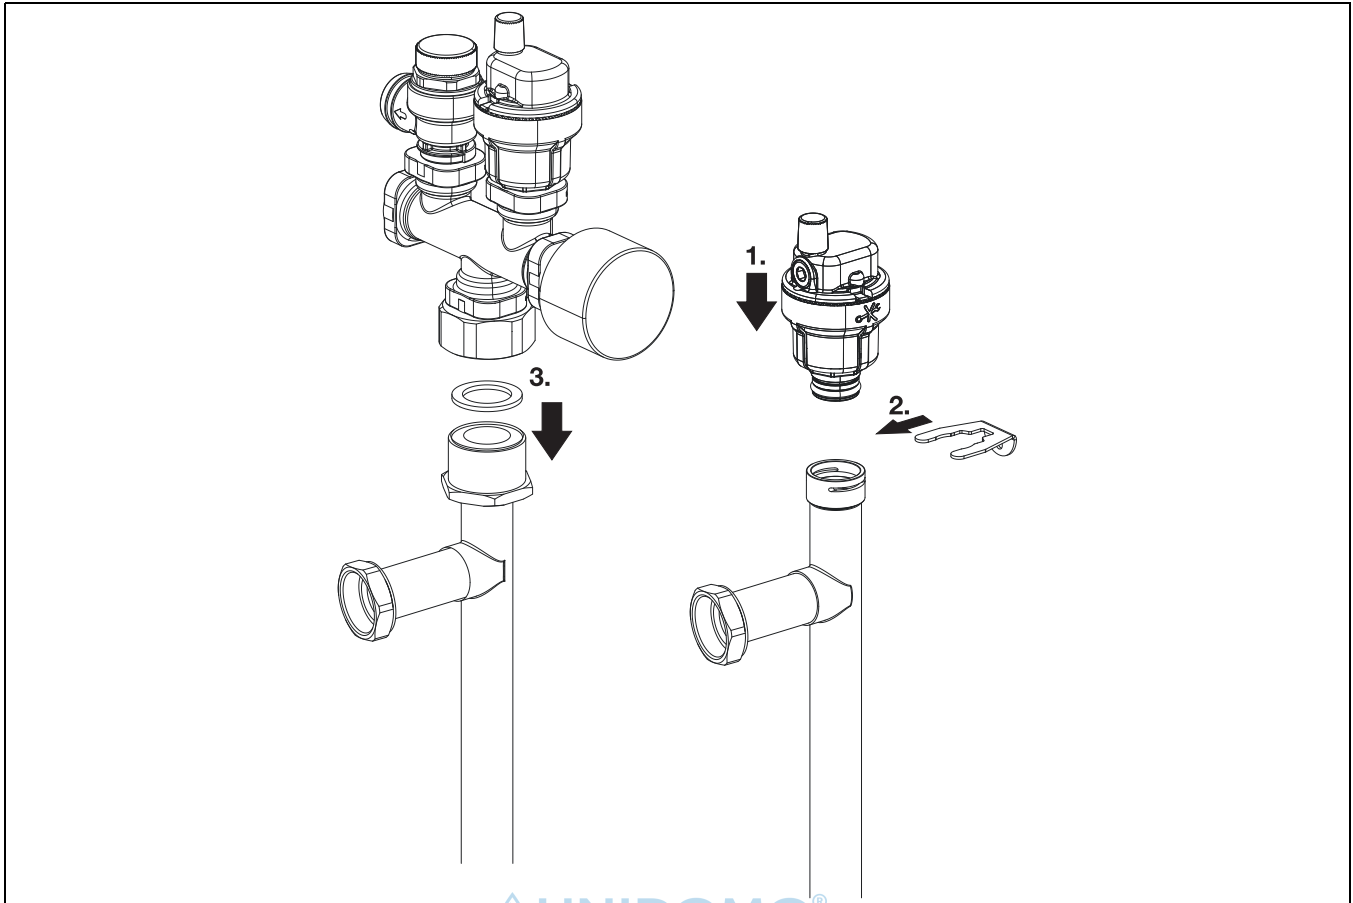

Bild 10 Sicherheitsgruppe und Entlüftungsventil
- ▶ Entlüftungsventil (→ siehe Abb. 10, [1]) in den Anschluss für Warmwassereintritt, und die Sicherheitsgruppe (→ siehe Abb. 10 [3]) in den Anschluss für Warmwasseraustritt installieren. Die Sicherheitsgruppe muss mit einem flachen Dichtring installiert werden.
- ▶ Die WW-Rohrleitungen der Inneneinheit und die Sicherheitsgruppe gemäß Abb. 10 installieren. Bei der Arbeit am unteren Anschluss können die Rohrleitungen zur gewünschten Seite gedreht werden.